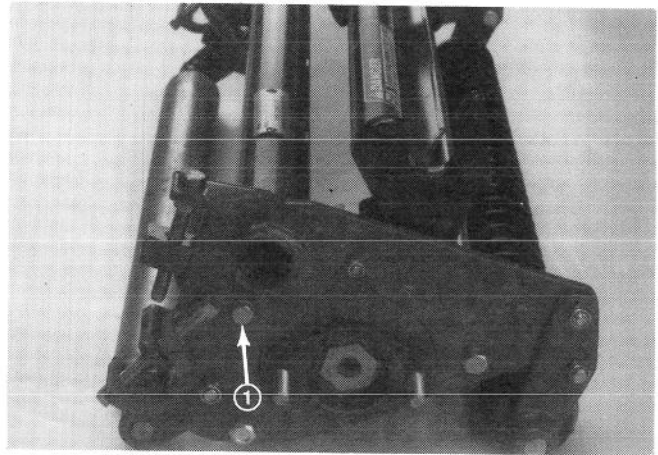

Abbildung 16
1. Die Sicherungsschraube an der Seite der Schneideinheiten lockern (Abb. 16).